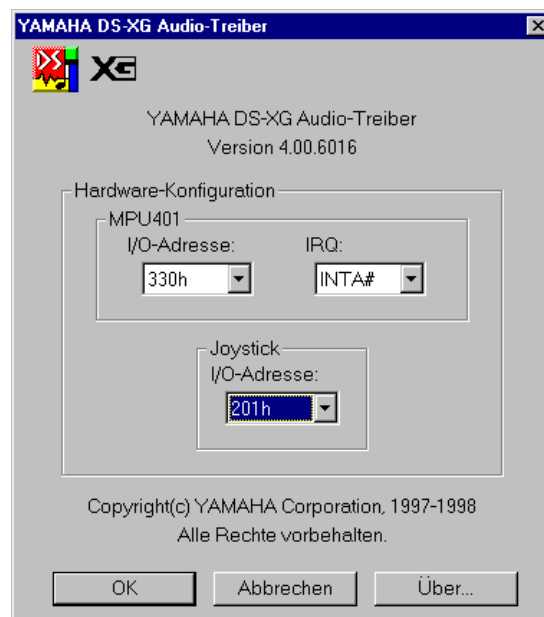

Abbildung 6-11: Das Fenster "YAMAHA DS-XG Audio Treiber"
13. Nun kopiert Windows NT die benötigten Dateien auf die Festplatte des Rechners. Wenn das Fenster " **YAMAHA DS-XG Audio-Treiber** " erscheint, ist zu überprüfen, ob die Einstellungen für MPU401 I/O Adresse, IRQ, FM I/O Adresse und Joystick I/O Adresse wie in Abbildung 6-11 gezeigt richtig eingestellt sind. Anschließend " **OK** " klicken.